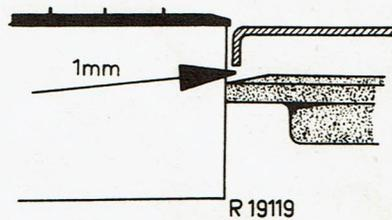

Fig.5
4. Dans la position supérieure de la roue intermédiaire ($16 \frac{2}{3}$ t/m), celle-ci doit rester écartée de 1 mm au minimum de la platine (voir la fig. 5).